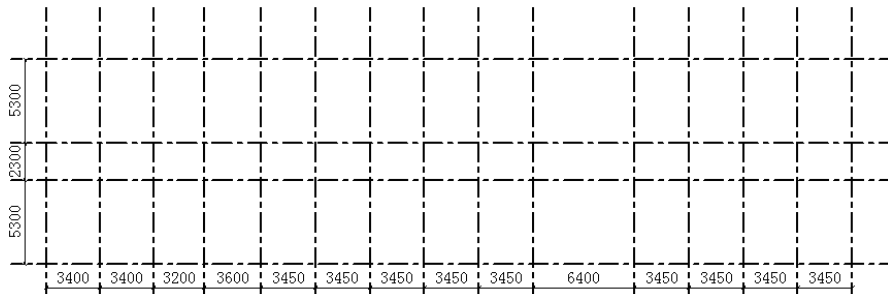

图2-17 绘制水平轴线
- 13 在左侧第一根轴线的左上角单击鼠标左键，确定水平轴线的起点，向右移动鼠标，在合适的位置单击鼠标左键，确定水平轴线的终点，完成水平轴线的绘制。重复上述操作，在合适的位置分别指定轴线的起点与终点，绘制水平轴线的最终结果如图2-17所示。